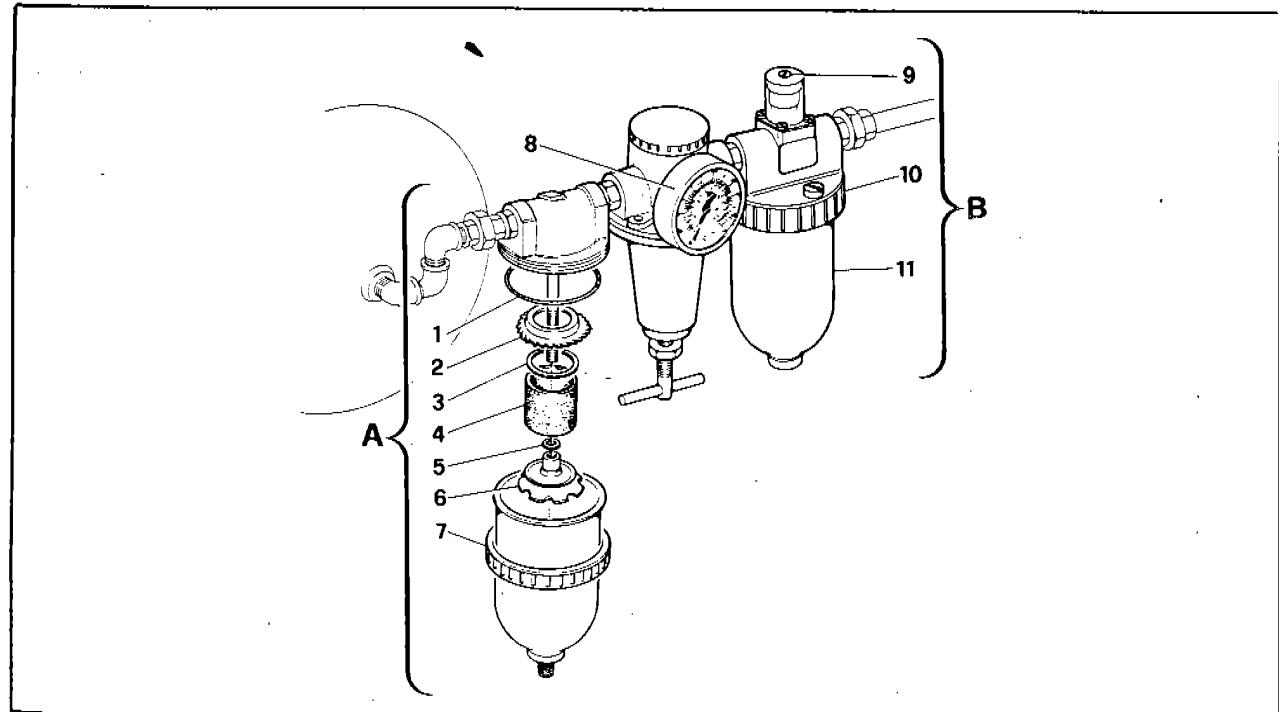

Fig. 9
CONDENSATE DRAIN REGULATION (A-Fig. 9)
GRUPPO FILTRO SEPARATORE DI CONDENSA (A-Fig. 9)
OILER (B-Fig. 9)
- Unscrew the ring (11 Fig. 9) located on the top of the oiler.
LUBRIFICATORE (B-Fig. 9)
- Svitare la ghiera (10 Fig. 9), che si trova nella parte alta del lubrificatore.
- Riempire la tazza (11 Fig. 9) di circa 2/3 ed avvitare la ghiera.